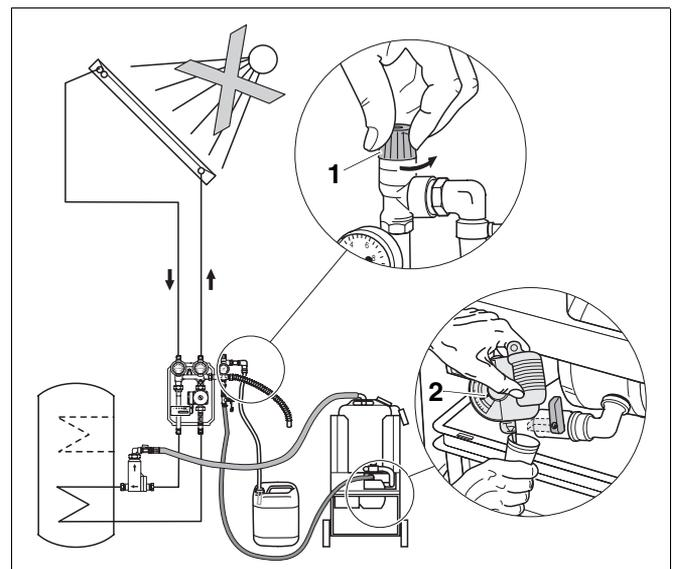

Abb. 23 Probe entnehmen, Sicherheitsventil entlüften
- Um die Zuleitung zum Sicherheitsventil zu entlüften, müssen Sie das Sicherheitsventil (Abb. 23, **Pos. 1**) der Sicherheitsgruppe kurz anlüften.
- Prüfen Sie den Frostschutzgrad vom Solarfluid – ggf. hat sich das Gemisch mit Wasser aus der Solaranlage vermischt. Lassen Sie zum Prüfen ein wenig Solarfluid aus der Solaranlage am Ablasshahn der Befüllpumpe ab und prüfen Sie dieses mit einem Glykomaten (Abb. 23, **Pos. 2**) – ggf. müssen Sie Konzentrat auffüllen (siehe auch Montage- und Wartungsanweisung der Kompletstation).